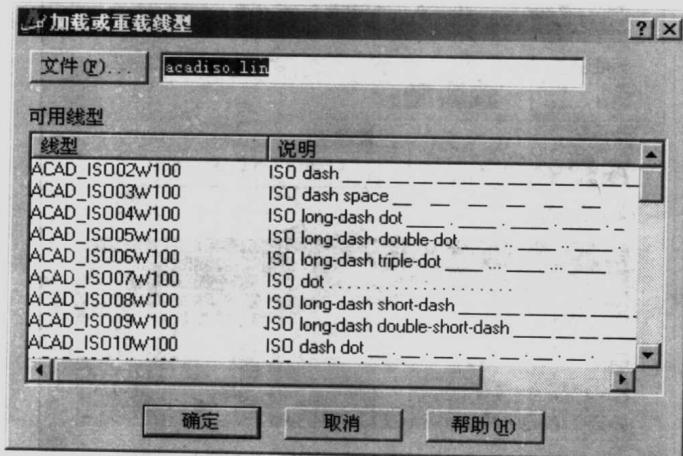

图 1-8 加载或重载线型
- ② 在“线型管理器”对话框中单击“加载”按钮，打开如图 1-8 所示的“加载或重载线型”对话框。